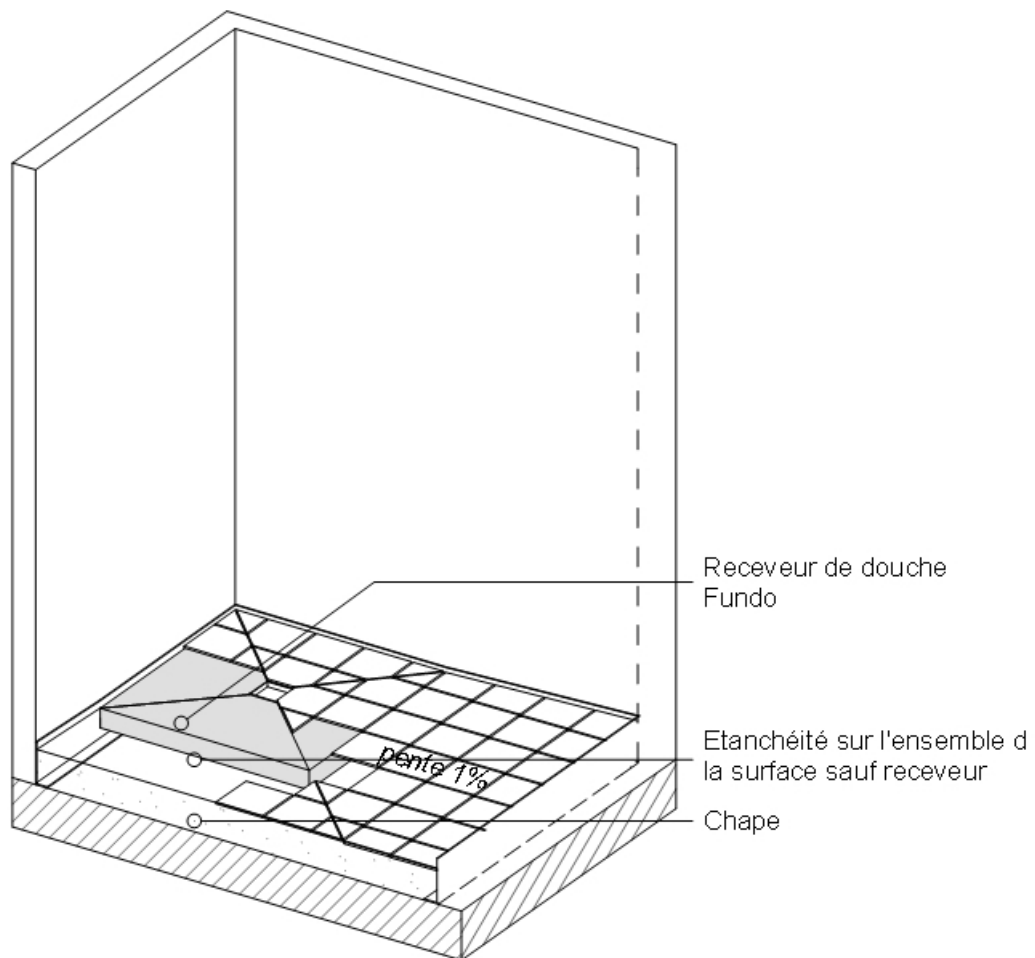

Figure 2 - Pose du receveur en système ouvert
4.3 Pose du receveur : cas de travaux de rénovation (figure 2)